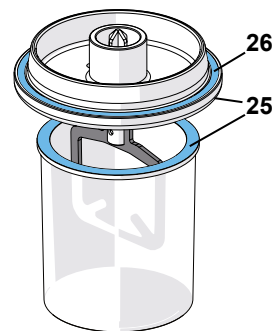

Fig. 10
- ⇒ Sørg for, at bægerets og lågets kant er rene (25, fig. 10)!
- ⇒ Tilkobl bægeret (14) til apparatet.